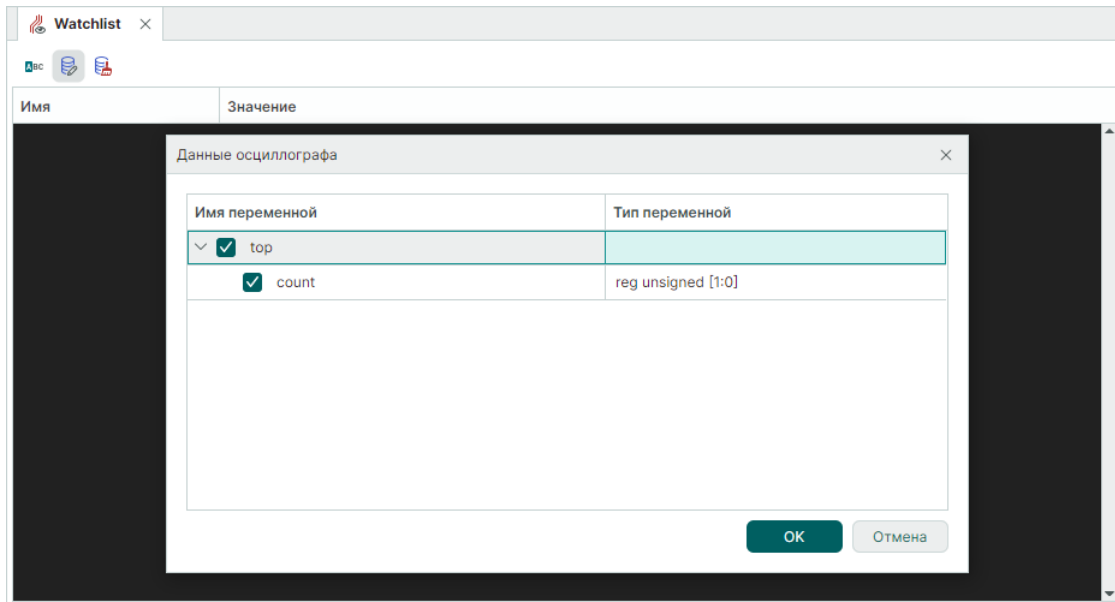

Рис. 44 Выбор данных
2. В открывшемся окне выберите данные путем установки флага рядом с данными, которые необходимо обработать и отобразить, см. Рис. 44. Нажмите «ОК».